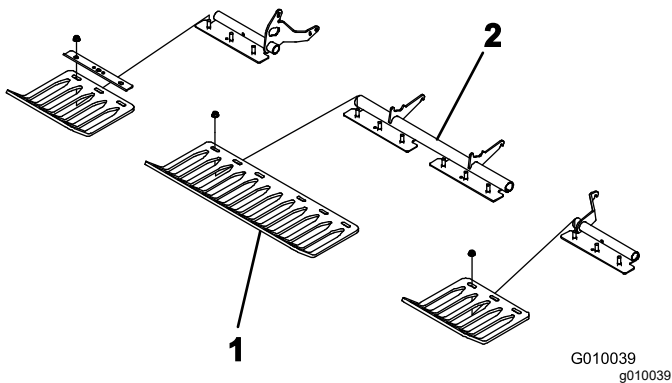

Figure 23
- Montez les protège-gazon sur leurs supports au moyen de 4 barrettes de fixation et 12 écrous à embase (Figure 23). Ne serrez pas les fixations.
Remarque: À la livraison, les barrettes de fixation des protège-gazon et les écrous à embase sont fixés aux supports des protège-gazon (Figure 23).